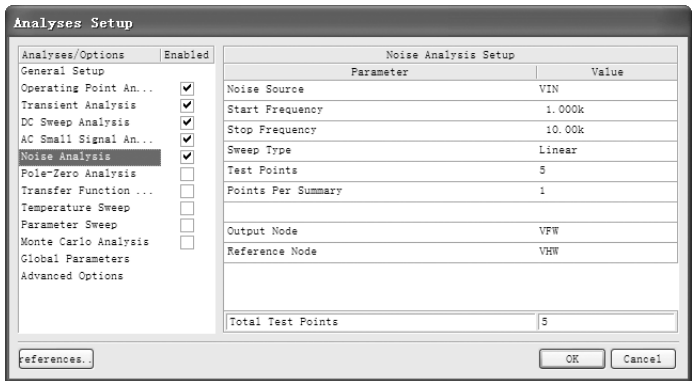

图 12-33 设置“Noise Analysis”选项参数
5) 勾选“Analysis Setup”（分析/选项）列表框中的“Noise Analysis”（噪声分析）复选框，设置“Noise Analysis”（噪声分析）选项参数如图 12-33 所示。